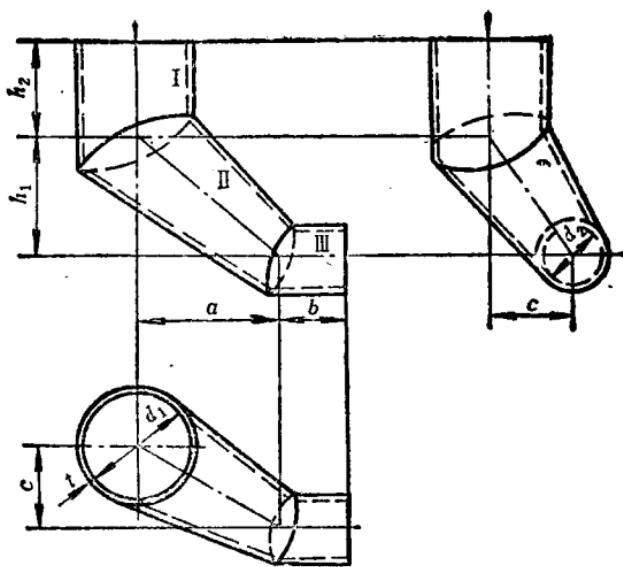

图 2
2. 圆管—圆锥管—圆管三节直角换向连接管，如图 2 所示。已知尺寸 $a = 92\text{mm}$ ， $b = 33\text{mm}$ ， $c = 42\text{mm}$ ， $d_1 = 54\text{mm}$ ， $d_2 = 30\text{mm}$ ， $h_1 = 60\text{mm}$ ， $h_2 = 48\text{mm}$ ， $t = 1\text{mm}$ 。求作第 I、II、III 节的展开图。